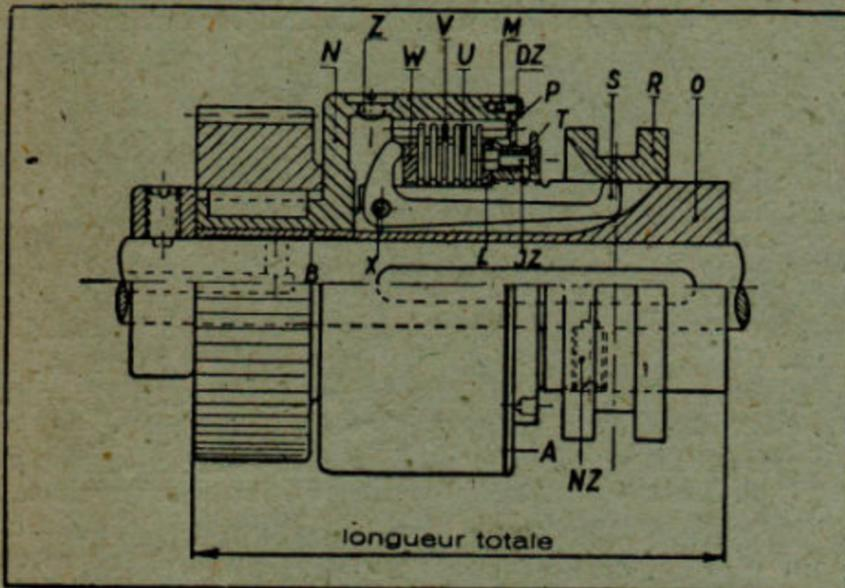
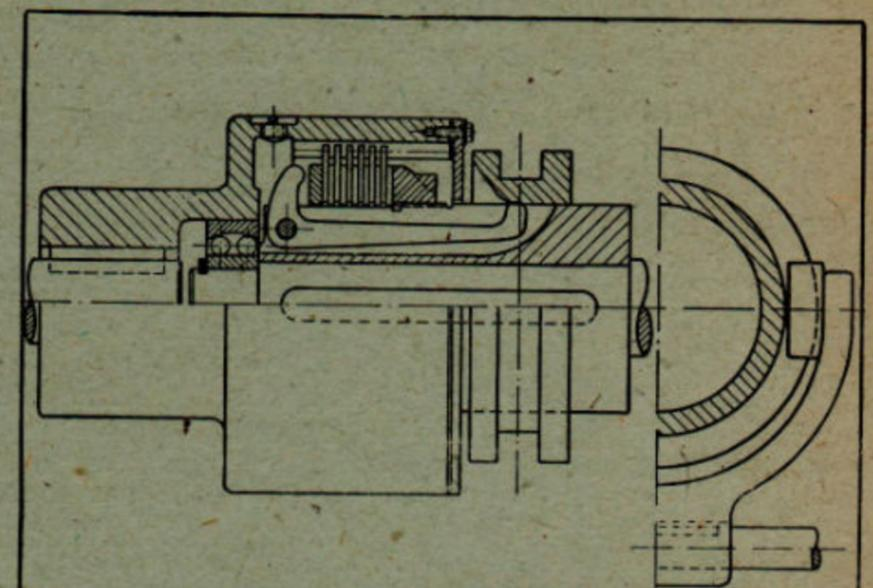

figure 1
figure 2
1° Description (figure 1). Le corps extérieur (cage) (N) est muni à l'intérieur d'engrenages ou de dentures pour la réception des lamelles extérieures (V). Sur le corps intérieur (O) glissent les lamelles intérieures sinusoidales élastiques (U) également sur des rainures ou des engrenages. En poussant le manchon à coulisse (R) à gauche, le paquet de lamelles est comprimé par trois leviers angulaires (S). Cette compression amène un entraînement irréprochable. Le paquet de lamelles tourne dans l'huile. Les soins de l'accouplement sont donc les mêmes que ceux d'une poulie normale. Le paquet de lamelles peut être réglé au moyen d'une vis spéciale (T). Il est même réglable à un tel point qu'en cas de surcharge, l'accouplement fonctionne comme accouplement de sûreté (limiteur d'effort) et patine, pour éviter tout bris de machine, etc.
2° Pièces de rechange (figure 2). Pour commander des pièces de rechange prière d'indiquer: le numéro de commande et de modèle qui se trouvent sur le corps extérieur (cage) ou intérieur (porte-lamelles), le repère de la pièce de rechange ainsi que la date de commande et de livraison. Le repère des pièces de rechange est à prendre d'après la figure 1.
Détails de la figure 1.
3° Montage (fig. 3 à 5). Pour le montage tenir compte des points suivants: Placer les paliers aussi près possible des accouplements. En cas d'impossibilité ou de grande vitesse, les arbres séparés doivent être montés l'un dans l'autre à l'intérieur de l'accouplement (voir figure 2). Les arbres sont également à monter exactement dans le même axe et ni l'un contre l'autre ni de façon à faire un angle. (voir figure 3 à 5).
Le porte-lamelles intérieur doit être fixé fortement à l'arbre et assuré pour éviter tout déplacement axial; pour des arbres de différents diamètres, comme dans la figure 2, ou pour un arbre d'une seule pièce, comme dans la figure 1, cela peut se faire au moyen d'une vis de fixation.
La fourchette d'embrayage doit embrasser de 180° le manchon à coulisse et ne pas serrer d'un côté seulement. (voir figure 2).